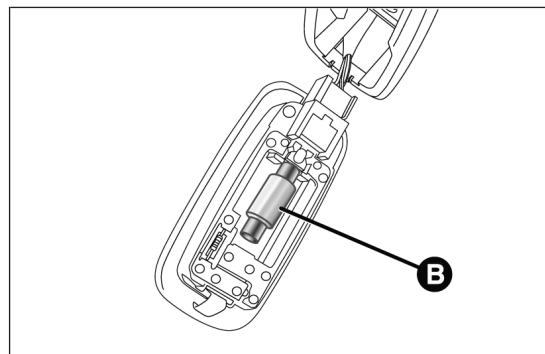

fig. 198
- remplacer l'ampoule B fig. 198 en la séparant des contacts latéraux ;